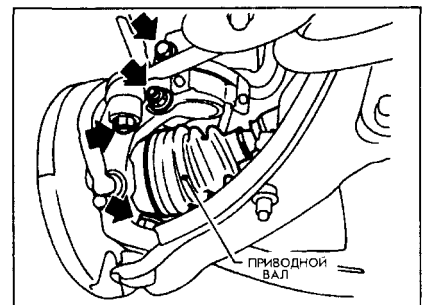

Рис. 6-11.
- Снимите приводные валы (рис. 6-11) и переднюю выхлопную трубу. Снимите с коробки передач стартер.